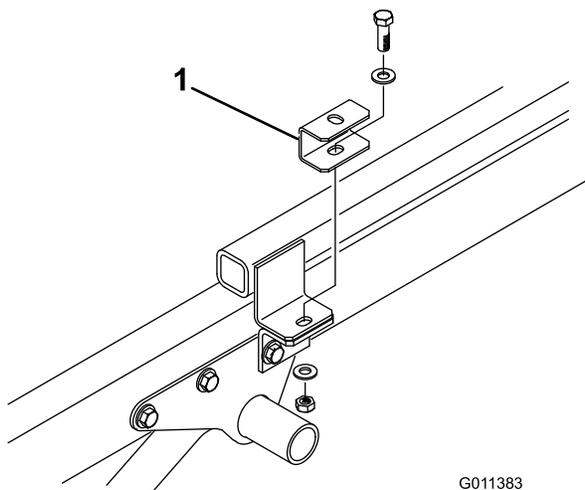

Bild 7
4. Befestigen Sie eine Distanzstückaufnahme mit der vorher entfernten Kopfschraube, den zwei Flachscheiben und der Sicherungsmutter oben an jeder Anbauvorrichtungsrahmenlasche (Bild 7).
5. Positionieren Sie den Topdresser auf dem Fahrzeugrahmen, fluchten Sie die Löcher in den hinteren Befestigungshalterungen mit den Löchern an jeder Seite des Rahmens aus (Bild 7).